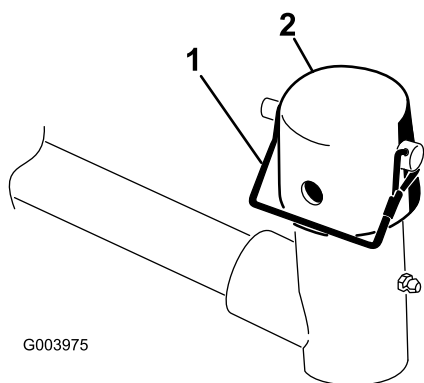

図 6
7. 昇降アームのピボットヨークからスナッパピンとキャップを外す 図 6。
注 カッティングユニットをステアリングモードで使う場合はスロットを使い、固定モードで使用する場合には、穴を使う 図 6。